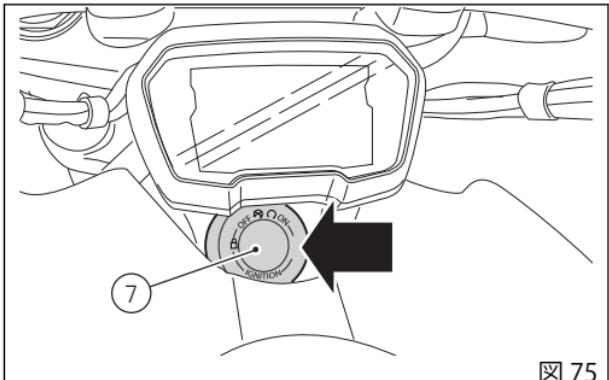
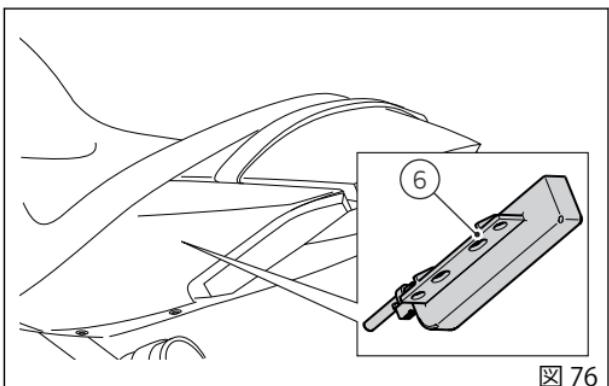

図 75
図 76
(図 75) は Hands Free ブロック (7) の位置を示し、(図 76) はアンテナ (6) の位置を示します。